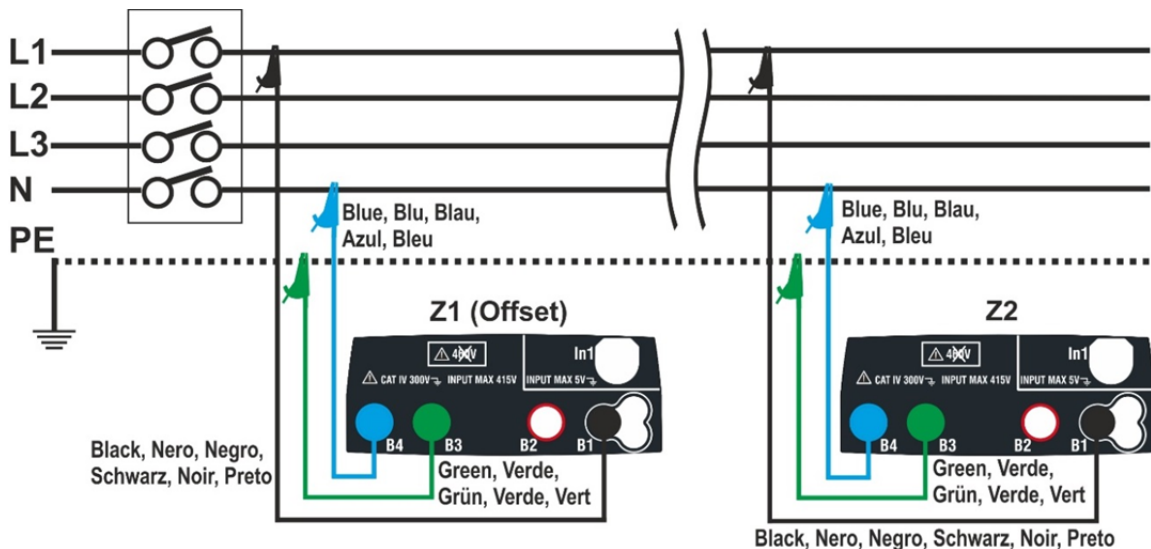

Abb. 34: Verbindung des Gerätes für die Messung des Spannungsfalls in L-N Modus
6. Gehen Sie zum Punkt 9 falls Sie den Z1 (Offset) Wert manuell eingegeben haben. **Falls Sie den Z1 (Offset) Wert NICHT manuell eingegeben haben**, schließen Sie das Gerät an der Hauptverteilung des zu messenden Stromkriese (üblicherweise direkt hinter der Schutzeinrichtung) in Einklang mit Abb. 34 oder Abb. 35 zur Durchführung der ersten **Z1 (Offset) Impedanzmessung** an. In diesem Fall wird das Gerät die Impedanz am Anfangspunkt der Leitung messen und sie als Bezugswert (Offsetwert) betrachten. Die folgende Bildschirmseite (der L-L Messung) erscheint im Display
9. Schließen Sie das Gerät am Endpunkt der zu messenden Leitung in Einklang mit Abb. 34 oder Abb. 35, um die Impedanzmessung (**Z2**) am Ende der Leitung durchzuführen. Der hier nebenstehende Bildschirm erscheint im Display. Beachten Sie dabei auch den im Display angezeigten vorher gemessenen Offsetwert Z1